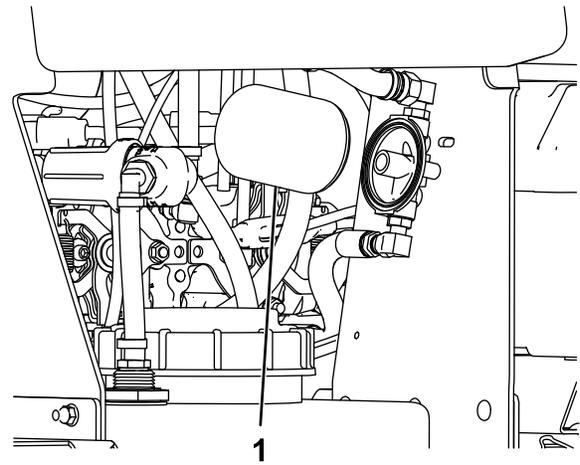

Figure 50
7. Déposez le filtre hydraulique (Figure 50).